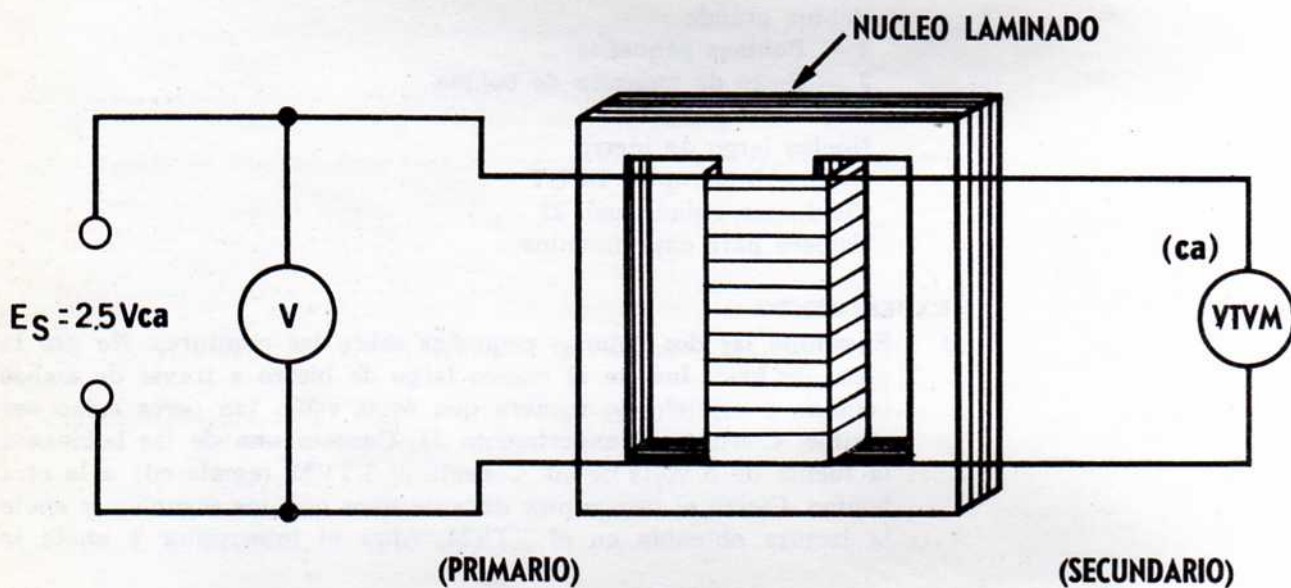

Fig. 32-1
6. Usando el núcleo laminado, embobine a mano 40 espiras de alambre cal. 22, sobre su centro. Esto actúa como bobina primaria. Directamente encima de este devanado, embobine a mano 40 vueltas más en la misma dirección. No se corte el exceso de alambre ya que se usará para embobinar vueltas adicionales más tarde. Vea la Fig. 32-1. Asegúrese de que los devanados sean lo bastante compactados. Ajuste la fuente de energía a 2.5 Vca en el devanado primario y, usando el VTVM, mida la tensión en el devanado secundario.